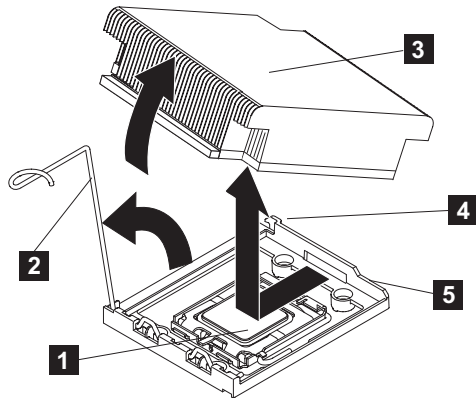

図 244. SAN ボリューム・コントローラー 2145-CF8 マイクロプロセッサからのヒートシンクの取り外し
8. ヒートシンク（298 ページの図 244 の **3**）とマイクロプロセッサ（**1**）へのアクセスの邪魔になるケーブルをすべて切り離します。